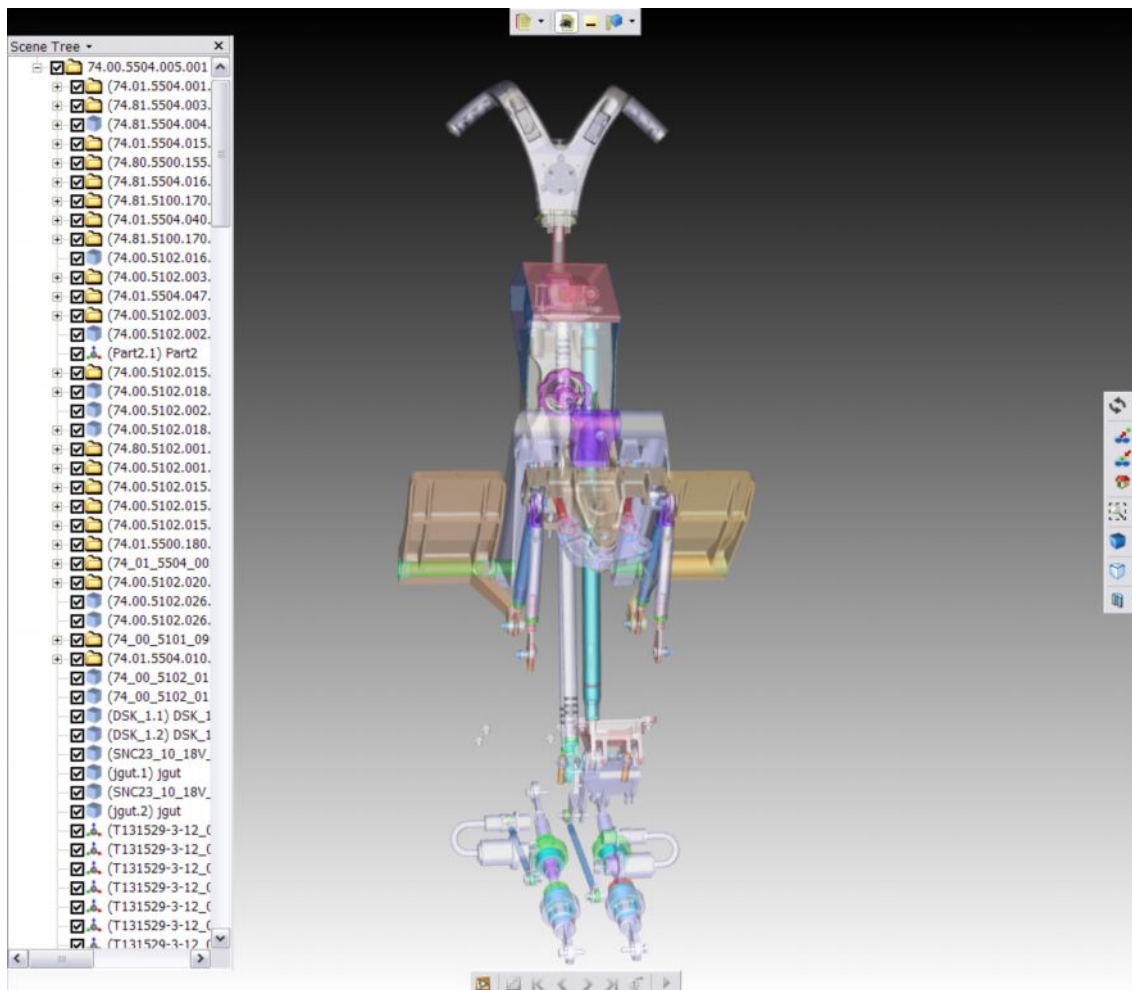

Рис. 4.58
- Щелкните левой кнопкой мыши по кнопке  **Scene Tree** (в левой верхней части окна) для того, чтобы развернуть дерево сборочных единиц и деталей модели (Рис. 4.58).